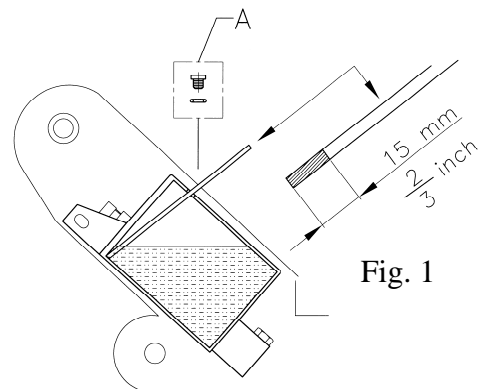

Fig. 1
4. Mål oliestanden med en ren pind, placer pinden som vist (se Fig. 1) Oliestanden skal være min 15 mm/ 2/3".
3. Afmonter proppen A (se Fig.1) på oliebeholderen.